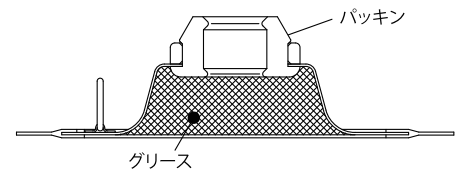

Fig. 2
- ・ご購入後、はじめてフォロープレート組立を使用するときは、あらかじめプレートの裏側のへこみ部分にグリースを詰めておくことで作業が早く簡単です。(Fig. 2)